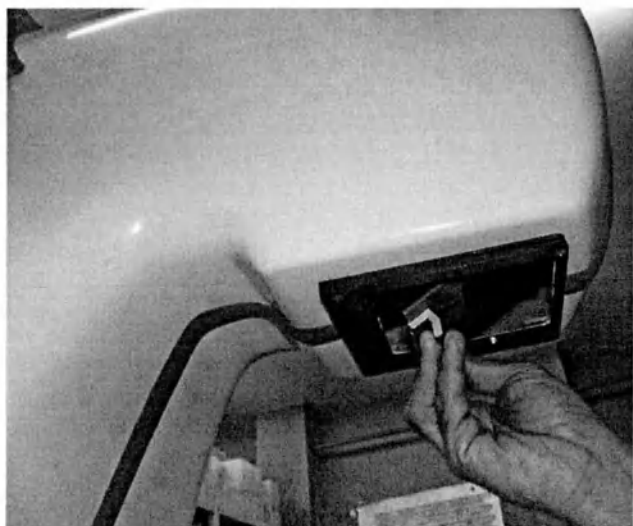

Рисунок 15 – Установка прямоугольной диафрагмы 18x24 см
6.2.1. Вставить в коллиматор прямоугольную диафрагму 18x24 (рис. 15) или применить диафрагму 24x30, которая встроена в коллиматор, в зависимости от размеров МЖ.